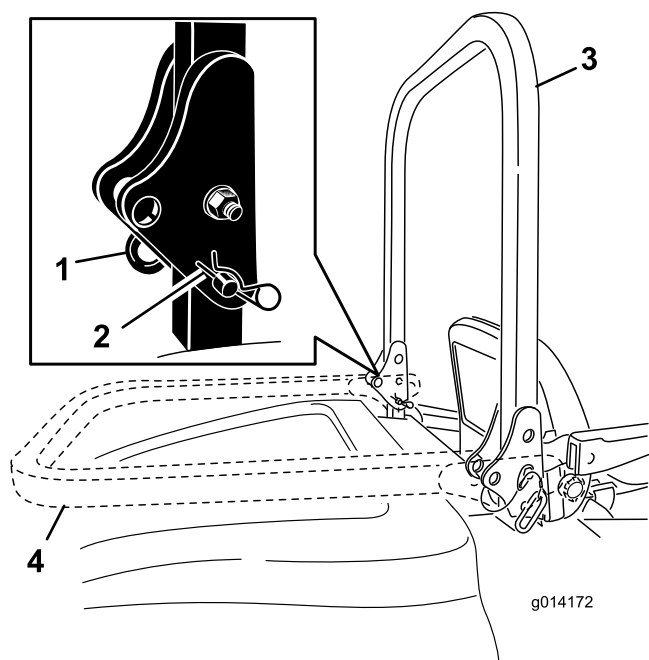

Figura 12
1. Para bajar la barra anti-vuelco, retire los pasadores de horquilla, empuje la barra hacia adelante contra los muelles, y retire los dos pasadores (Figura 12).
2. Coloque la barra antivuelco en la posición de bajada (Figura 12).
3. Instale los dos pasadores y fíjelos con los pasadores de horquilla (Figura 12).
4. Para elevar la barra anti-vuelco, retire los pasadores de horquilla y retire los dos pasadores (Figura 12).
5. Eleve la barra anti-vuelco a la posición vertical, instale los dos pasadores y fíjelos con los pasadores de horquilla (Figura 12).